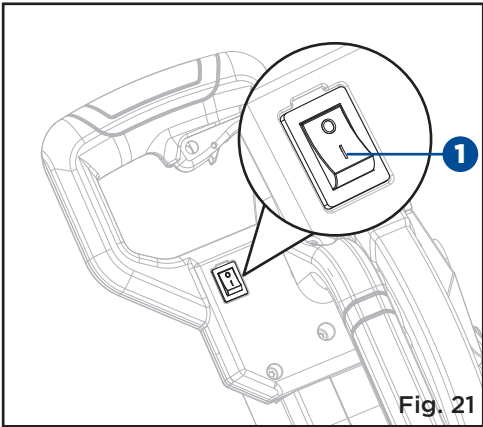

Fig. 21
**UTILISATION DE L'INTERRUPTEUR DU SYSTÈME DE GUIDAGE DE LAME DE PRÉCISION (Fig. 21)**
Le système de guidage de lame de précision est équipé d'un bouton Marche/Arrêt (1) (Fig. 21). Le système de guidage de lame de précision est indépendant de l'interrupteur à détente de la scie à onglets.